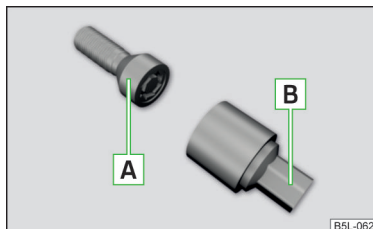

Abb. 345
Die Anti-Diebstahl-Radschrauben schützen die Räder vor einem Diebstahl. Diese lassen sich ausschließlich mit dem Aufsatzstück  » Abb. 345 lösen/festziehen.
- › Das Aufsatzstück  » Abb. 345 bis zum Anschlag auf die Anti-Diebstahl-Radschraube  stecken.
- Den Radschlüssel bis zum Anschlag auf die Radschraube stecken. Für die Anti-Diebstahl-Radschrauben das zugehörige Aufsatzstück verwenden » Abb. 345 auf Seite 307.